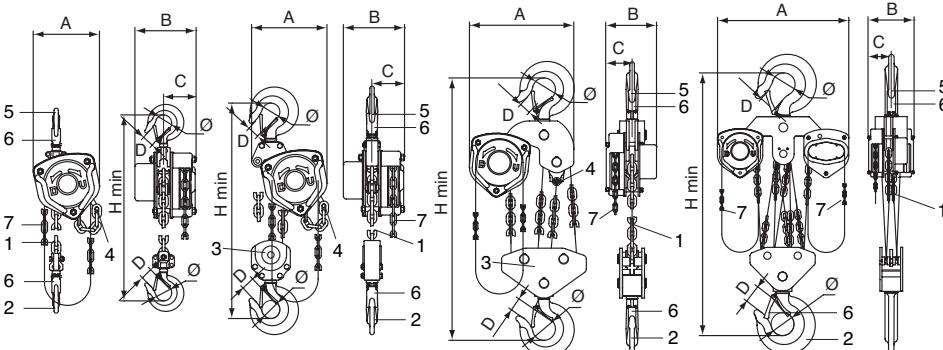

Abb. 1
Der tralift™-Flaschenzug wird mit einer Lastkette (Pos. 1, Abb. 1) und einer Handkette (Pos. 7, Abb. 1) für eine Standardhubhöhe von 3 Metern geliefert.
Die Lastkette besteht aus einem oder mehreren Kettensträngen (siehe Kap. 2 technische Daten) mit einem Lasthaken auf der Lastseite (Pos. 2, Abb. 1), während das andere Ende der Lastkette (Leertrumseite) an einer am Gerät befestigten Auslaufsicherung (Pos. 4, Abb. 1) befestigt ist.
3. Den einwandfreien Zustand der Haken (Pos. 2, Abb. 1) und Sicherheitsklappen (Pos. 6, Abb. 1) prüfen.
4. Sicherstellen, dass das Ende der Leertrumseite der Lastkette an der Auslaufssicherung des Gerätes (Pos. 4, Abb. 1) befestigt ist.
1. Überprüfen, daß der tralift™ Hebelzug korrekt am Gerätähaken (Pos. 5, Abb. 1) angeschlagen und die Sicherungsklappe des Gerätähakens (Pos. 6, Abb. 1) geschlossen ist (siehe Abb. 2 und 3).